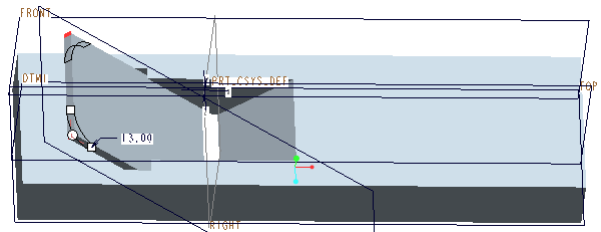

図 4-43 カッター頭部の選択
- ・ カッター頭部を整形するために「ラウンドエッジ」 ツールを選んで、Ctrl キーを押しながら頭部の二つのエッジをクリックして赤くハイライトする図 4-43 に示す。